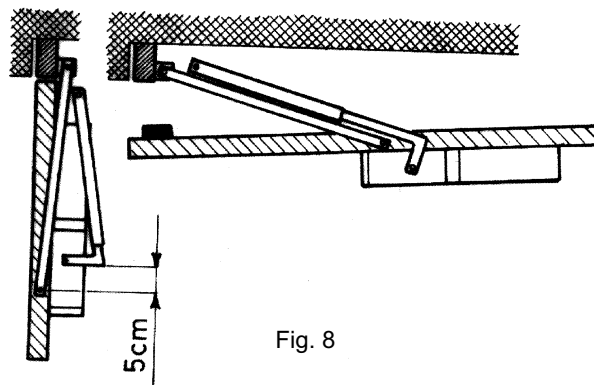

Fig. 8
- il supporto n. 4 (Fig. 2) deve essere posizionato sul braccio di bilanciamento oppure sul telaio fisso, comunque in prossimità della cerniera superiore del braccio stesso (Fig. 8);